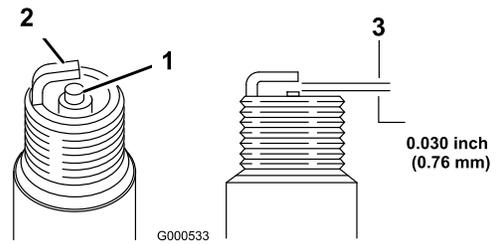

Figure 24
1. Examinez le centre de la bougie (Figure 24). Si le bec de l'isolateur est recouvert d'un léger dépôt gris ou brun, le moteur fonctionne correctement. S'il est couvert d'un dépôt noir, c'est généralement signe que le filtre à air est encrassé.
2. Contrôlez l'écartement entre les électrodes centrale et latérale (Figure 24) et pliez l'électrode latérale si l'écartement est incorrect.